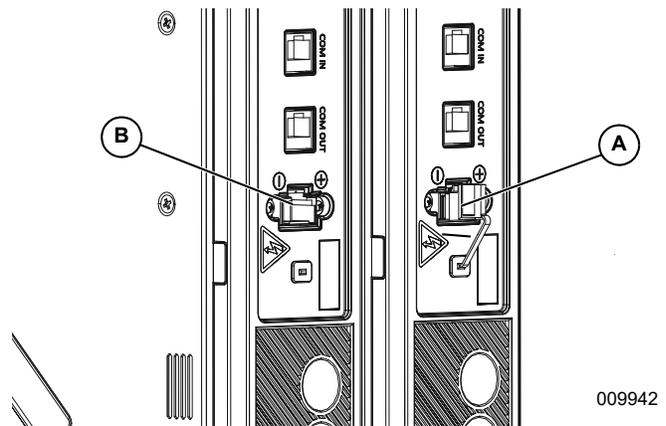

Figure 4-32. Ports d'alimentation
1. Voir Figure 4-32. Retirer le capuchon en caoutchouc gris (A) du port d'alimentation de chaque module.
2. Brancher les connecteurs du câble d'alimentation noir dans les ports d'alimentation (B) des modules de batterie.